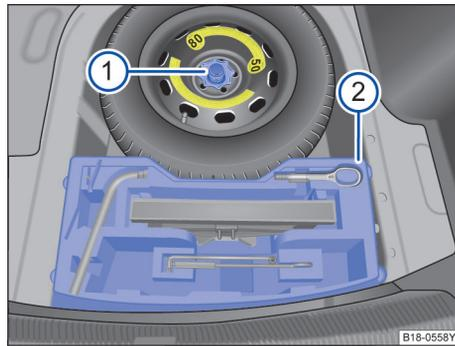

图 191 向上翻起的行李厢底板下的应急车轮
- 拿出工具箱 ⇒ 图 191②，以便取出应急车轮。
- 将应急车轮中部的螺栓完全拧出 ⇒ 图 191①。